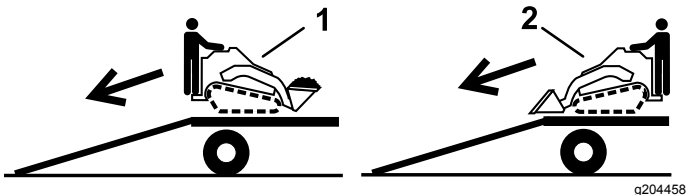

**Figure 31**
8. Servez-vous des points d'attache en métal de la machine pour l'arrimer solidement sur la remorque ou le véhicule de transport au moyen de sangles, chaînes, câbles ou cordes (Figure 31). Reportez-vous à la réglementation locale concernant les exigences d'arrimage.